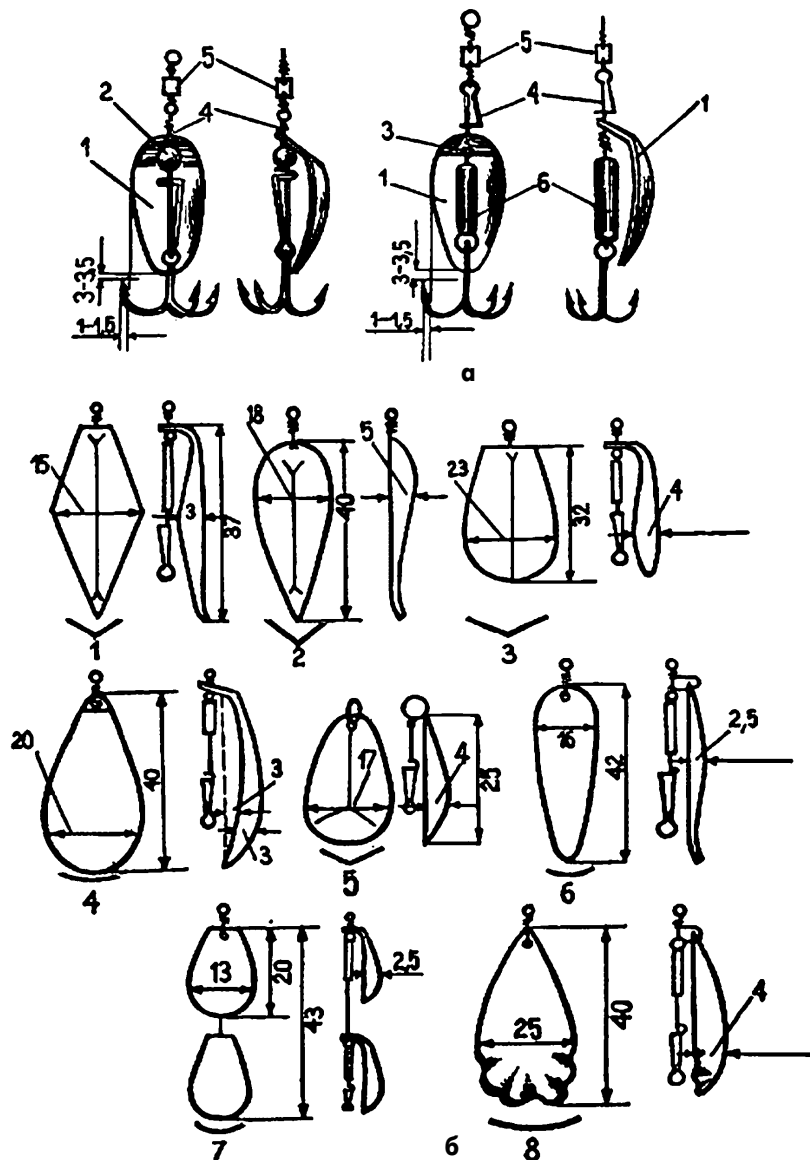

Рис. 1
**Вращающиеся блесны** (вертушки), показанные на **рис. 1, а**, представляют собой вогнутую пластинку 1 определенной формы, насаженную на стержень 4, являющийся осью. На ней блесна вращается при движении в воде. В верхней части стержня устанавливают кольцо, крепящее блесну к лесу (капроновому шнуру) или поводку. Так как вращающаяся блесна при проводке сильно закручивает лесу, то в верхней части нужно обязательно ставить карабинчик 5. В нижней части стержня блесну оснащают тройником, который должен быть несколько (на 1...1,5 мм с каждой стороны) шире блесны, а конец жала крючка отстоять от конца блесны на 3...5 мм. Если же ширина блесны будет больше, чем у тройника, то это может приводить к более частым сходам. Обычно вращающиеся блесны гораздо легче колеблющихся, что несколько затрудняет заброс. Изготавливая вращающиеся блесны, нежелательно применять материал для лепестка блесны большой толщины. Как показывает практика, такая блесна "играет" хуже.
В арсенале опытного рыболова должно быть несколько вращающихся блесен, отличающихся между собой по цвету, форме и толщине лепестка. Поэтому из них всегда можно выбрать подходящую блесну для различных условий ловли. На практике чаще других применяют такие, как (рис.1,б) 1 - "Универсальная", 2 - "Байкал", 3 - "Трофимовская", 4 - "Кеми", 5 - "Спиннер", 6 - "Невская", 7 - "Двойная", 8 - "Канада".